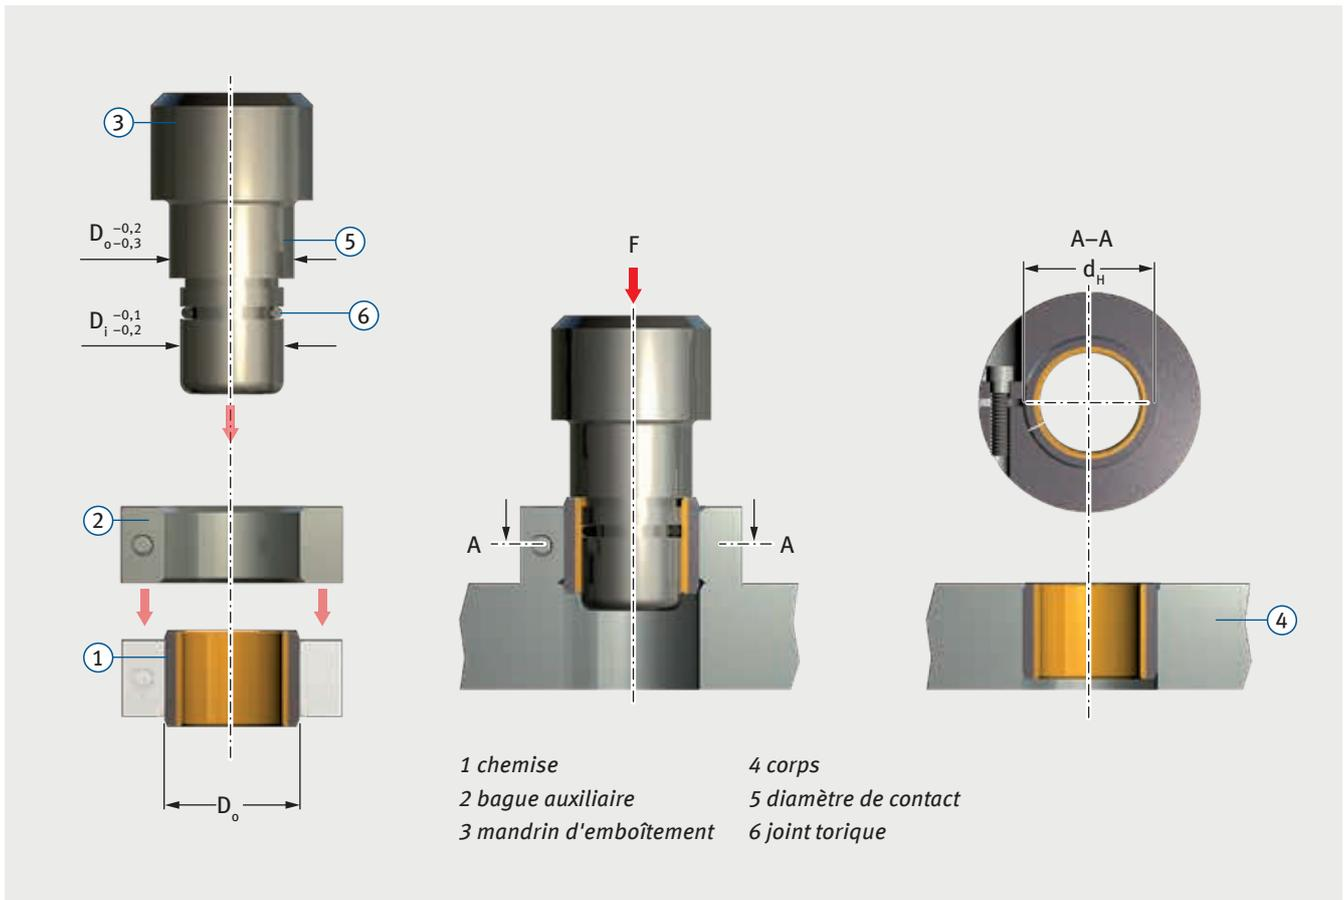

Fig. 4 : emboîtement de chemises, $D_o \geq 55$ mm, avec bague auxiliaire
- emboîtement avec mandrin et bague auxiliaire, Fig. 4